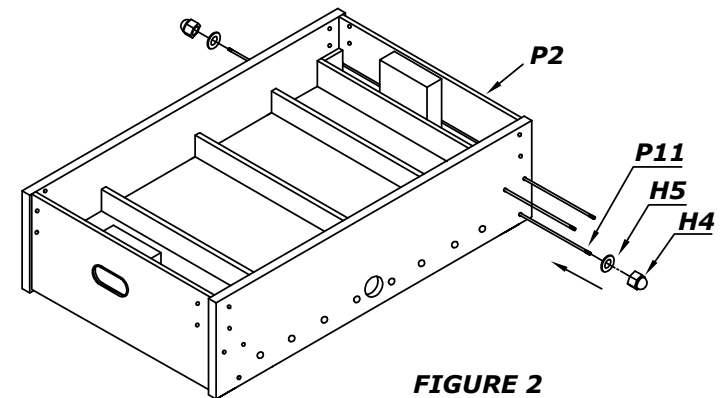

FIGURE 2
3. ATTACH THE TWO END PANELS **P2** TO THE SIDE PANELS **P1** AS SHOWN IN **figure 2**. **REMEMBER: THE GROOVE MUST FACE INWARD TOWARD THE PLAY FIELD.**
4. INSERT THE LONG BOLT **P11** INTO THE HOLE OF THE PANEL AND ATTACH IT WITH WASHER **H5**, NUT **H4** AS SHOWN IN **figure 2**.